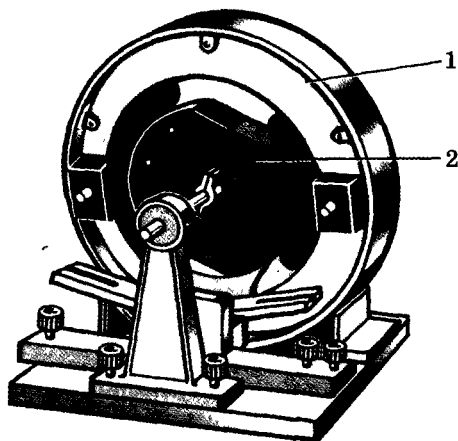

Рис. 68
**Теоретический материал.** Получение переменного тока рассматривают на примере работы генератора (рис. 68), который состоит из статора 1 (электромагнита) и ротора 2 (постоянного магнита).